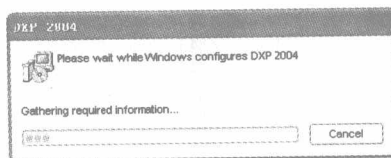

图 1-10 卸载 Protel 2004
(3) 单击 **是(Y)** 按钮进入如图 1-10 所示对话框,系统开始卸载 DXP 2004;若单击 **否(N)** 按钮,则系统退出卸载程序。